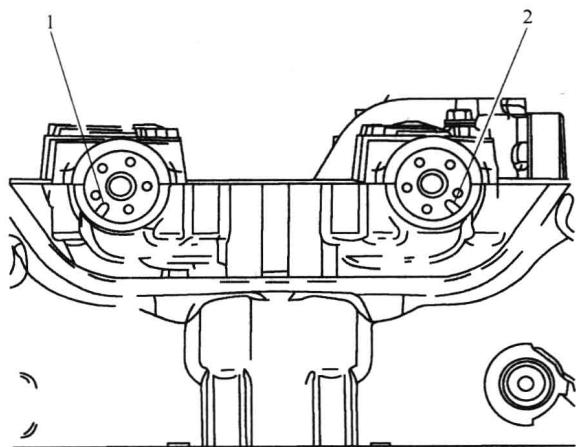

图 1-9 对齐槽口与气缸盖标记
- (18) 标记排气凸轮轴执行器锁止槽口中的气缸盖且进气凸轮轴锁止槽口要与气缸盖对齐，如图 1-9 所示。